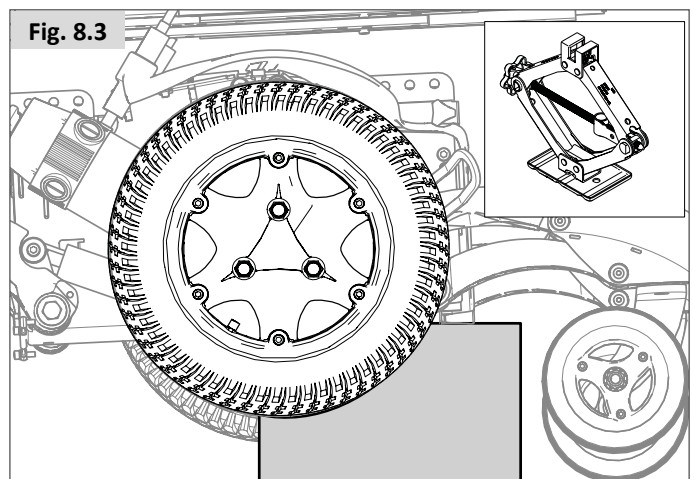

Fig. 8.4
- Nehmen Sie die Ventilkappe ab und lassen Sie die Luft aus dem Reifen, dazu mit einem kleinen Schraubenzieher vorsichtig auf den Ventilschaft drücken (Fig. 8.4).